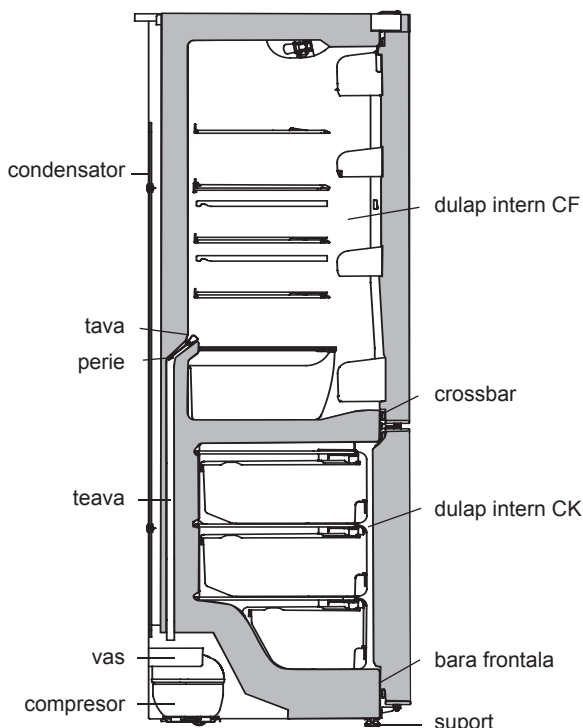

Figura 5 – Schema eliminarii apei topite din CF
3.4.1 In CF se utilizeaza sistemul automat de decongelare. Chucura, care apare pe peretele din spate a CF, se topeste in ciclul de dezgetare la deconectarea compresorului si se transformă în picături de apă. Picăturile de apa topita se scurg în vas si prin gaură în tava patrund în țevă navei pe compresor, în conformitate cu figura 5 unde și se evaporă. In gaura tavei este instalata o perie pentru a preveni înfundarea sistemului de evaporare.
Prezența apei în tava indică la blocarea posibilă a scurgerii apei. Pentru a elimina contaminarea trebuie a curățata cu peria gaura in tava, astfel că apa sa se scurga fără obstacole un vas, se spala peria si se instaleaza în conformitate cu figura 5.
SE INTERZICE exploatarea frigiderului cu sistemul de scurgere înfundat. Apa apăruta în partea de jos a camerei frigiderului sau in locul atasamentului placii la dulapul interior al CF în conformitate cu figura 5, poate provoca coroziunea camerei exterioare si a elementelor agregatului frigiderului, a distruge izolarea termica, poate cauza formarea de fisuri a camerei interioare si deteriorarea complete a camerei frigiderului.
ATENȚIE! Nu permiteti scurgerea apei topite din CK la dezgetare si curatenie, deoarece apa, patrundand la in locul atasamentului placii la dulapul interior al CK în conformitate cu figura 5, 6 poate provoca coroziunea camerei exterioare si a elementelor agregatului frigiderului, a distruge izolarea termica, poate cauza formarea de fisuri a camerei interioare si deteriorarea completa a camerei frigiderului.